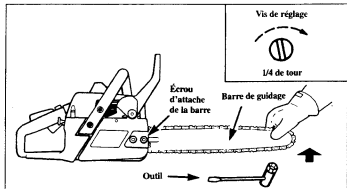

Figure 14
2. Vérifiez la tension en soulevant la chaîne de la barre de guidage par le milieu, Figure 14.